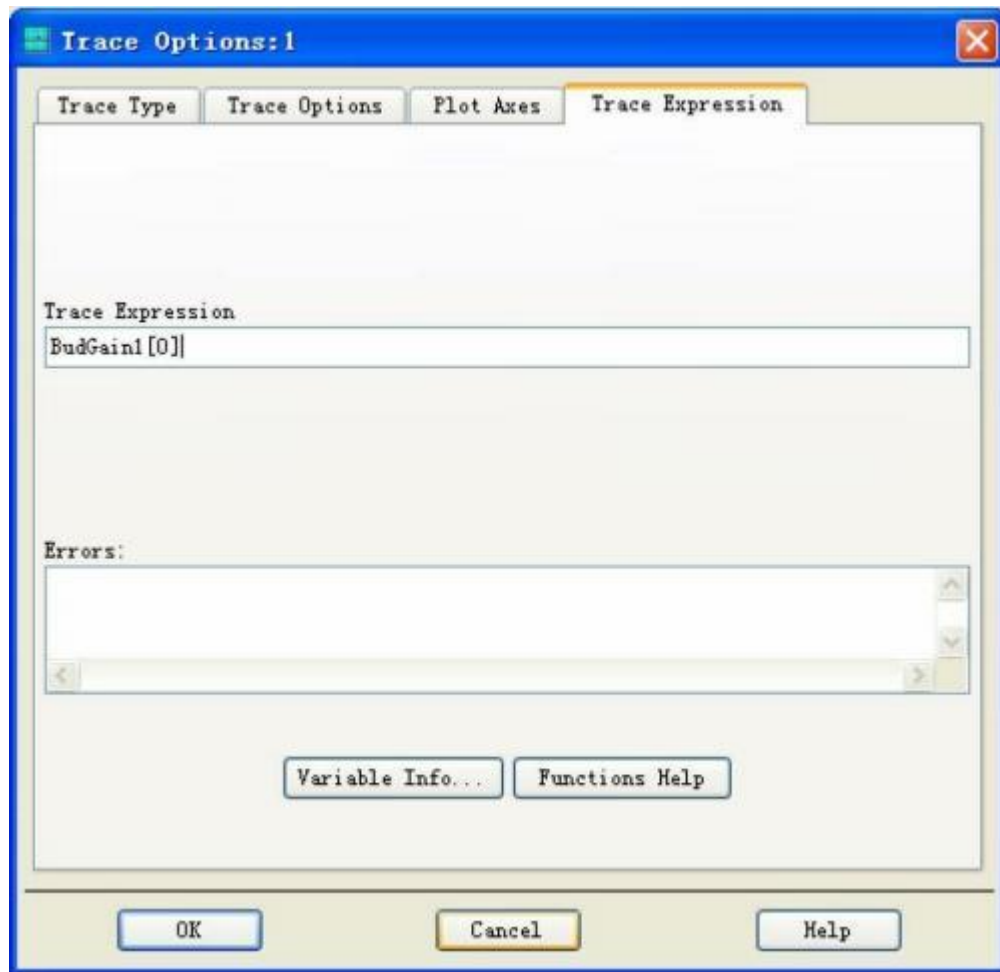
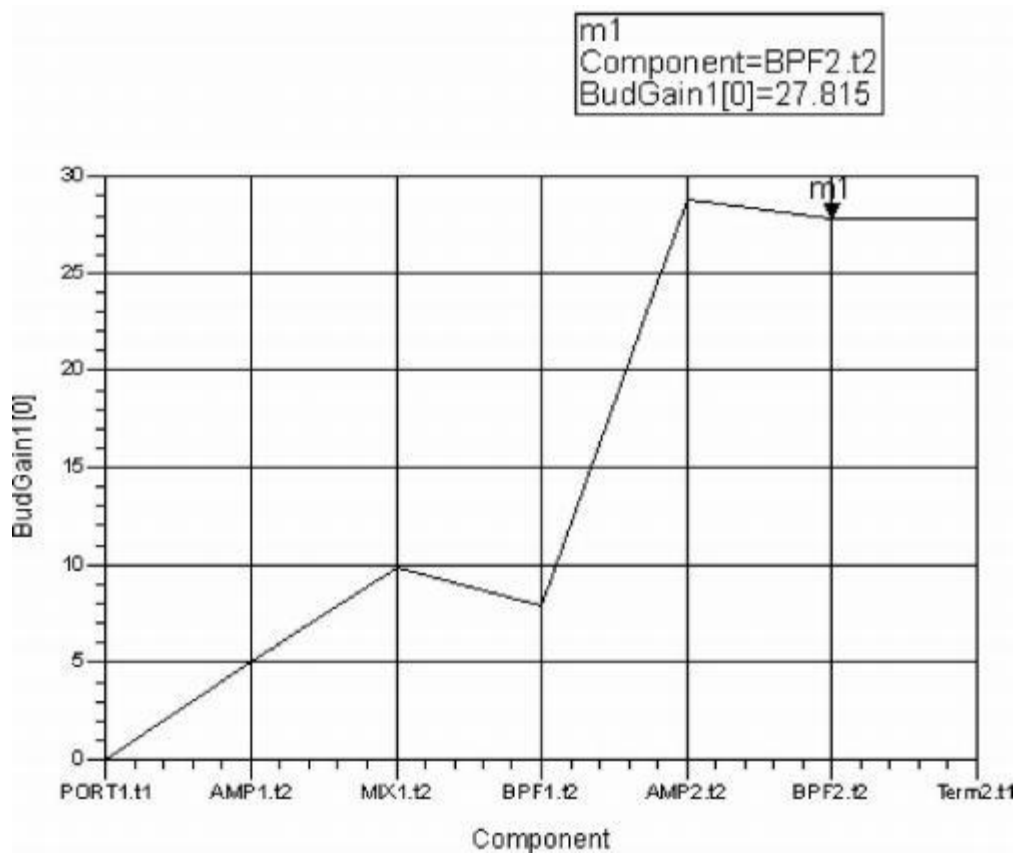

图19 将“BudGain1”改为“BudGain1[0]”
图20 发送机增益预算输出
(12) 完成设置后，单击工具栏中的[Simulation]按钮开始仿真。仿真结束后自动弹出数据显示窗口。从数据显示面板中单击[Rectangular Plot]按钮，插入一个矩形图。在弹出的“Plot Traces & Attributes”对话框中选择“BudGain1”，单击[Add]按钮，在该对话框中双击“BudGain1”弹出“Trace Options”对话框，如图19所示。在“Trace Expression”选项中 将“BudGain1”改为“BudGain1[0]”，表示指定单一频率数组仿真。单击 [OK]按钮返回“Plot Traces & Attributes”对话框，再单击[OK]按钮，显示 增益预算链路。在菜单栏选择[Maker] → [New]命令，插入标注信息，如 图20所示，可以看到在发送机输出端的增益达到27.815dB。对于 2dBm的输入信号，该发送机可将信号放大至约30dBm进行输出，增益良好。